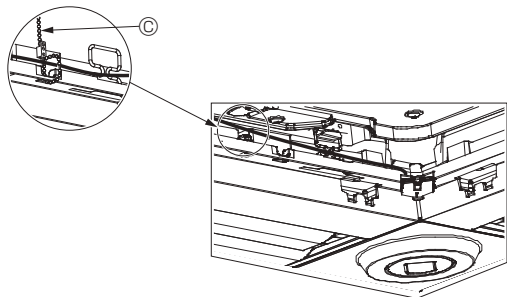

Fig. 5-13
- Sujete los cables del Sensor i-see y del receptor de señales en el panel con el remache de la forma mostrada en el diagrama procurando que queden tensos, y luego corte el sobrante en el extremo del remache. (Fig. 5-13)
- Si la posición del Sensor i-see ha cambiado de "o" (E) a "□" (F), cambie los ajustes de los conmutadores. (Consulte la página 11).